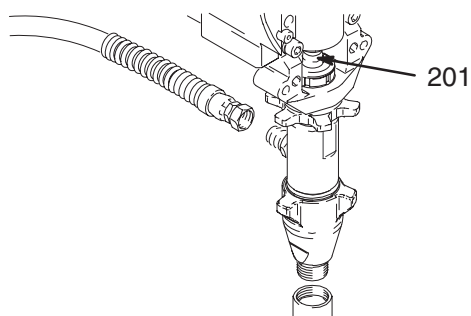

Fig. 12
1. Lave la bomba. Libere la presión. Fig. 12. Haga funcionar la bomba con el vástago del pistón (201) en su posición más baja.
2. Fig. 12. Retire el tubo de aspiración y la manguera.